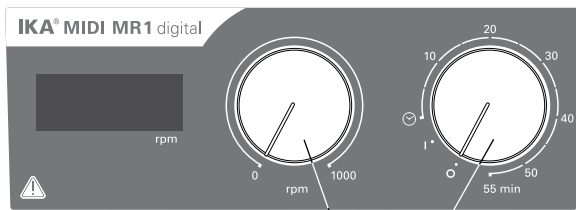

Fig. 3
- ☞ 기기를 켜려면, "ON / OFF" 및 "타이머" 회전형 노브 (B, Fig. 3 참조)를 시계 방향으로 "1"까지 돌립니다.
- ☞ 장치를 끄려면 "ON / OFF" 및 "타이머" 회전형 노브 (B)를 시계 방향으로 "0"까지 돌립니다.
- ☞ "속도(Speed)" 회전형 노브(C, Fig. 3 참조)를 돌려 모터의 속도를 설정합니다.모터 속도는 **MIDI MR 1 Digital**에서는 0~1000 rpm, **MAXI MR1 Digital**에서는 0~600로 설치할 수 있습니다.